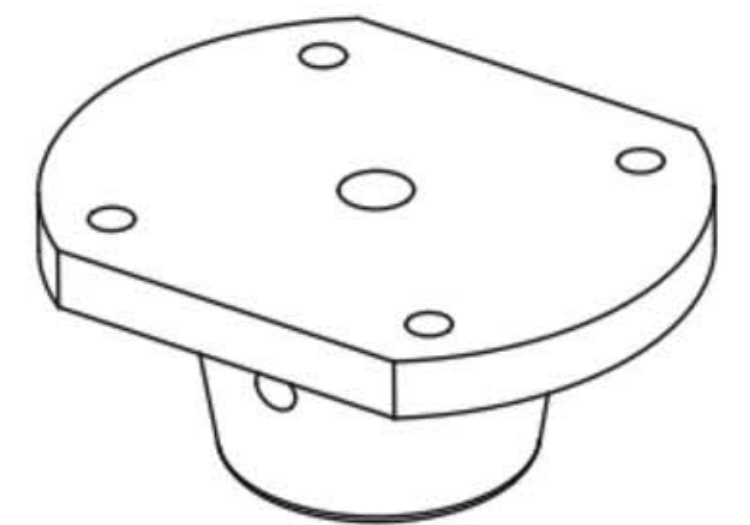

Figure 3
3. Locate the mounting holes to install upper pivot support with (4) 1/2" x #8 truss head screws. (See figure 3)
3. Positionner les trous et installer le pivot du haut au avec les 4 vis a tet truss 1/2" x #8. (Voir le figure 3)